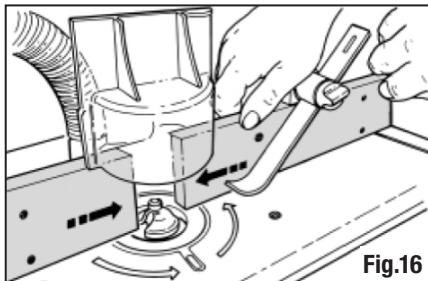

Fig.16
Voir Figure 16
- A l'emploi de fraises très minces ou lors de travaux sur de très petites pièces, faites coulisser les faces MDF du guide de coupe droite l'une vers l'autre jusqu'à ce qu'elles viennent presque toucher la fraise. Cela offre un appui maximal à la pièce de travail, au plus près de la fraise (Fig. 16).